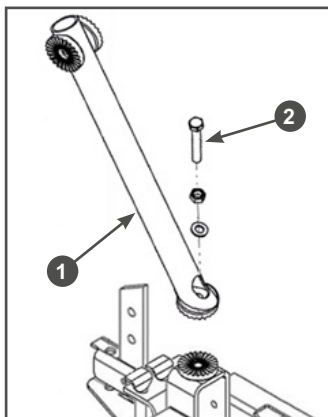

Рис. 5 Установка стойки рукояток управления
6. Установите стойку 1 рукоятку управления на мотокультиватор (Рис. 5). Совместите отверстия в кронштейне и стойке и закрутите болт 2 крепления стойки.